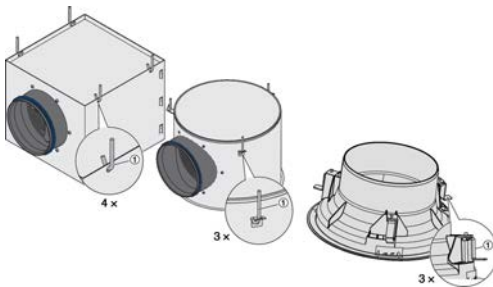

Abb. 9: Einbau mit Anschlusskasten bzw. Anschlussstutzen
1. ▶ Befestigungselemente, z. B. Seile, Abhänge-drähte, Schnellspann- oder Noniusabhänger (Abb. 9) an der Decke befestigen.